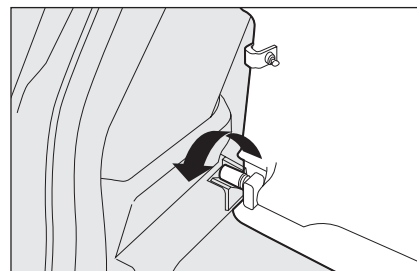

fig. 109
- Cappelliera anteriore: sganciare e ruotare la cappelliera nella propria sede e svincolare i due perni dalle sedi laterali **fig. 109**.